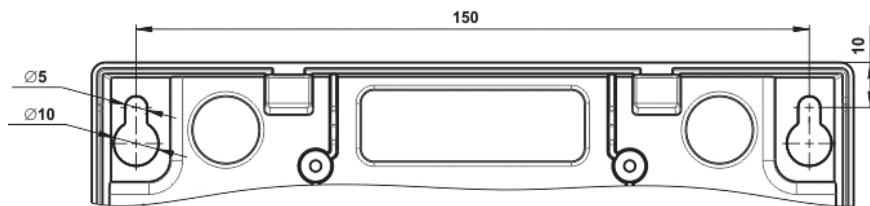

Рисунок 4 - Установочный чертёж корпуса прибора
- Просверлить в стене два отверстия (разметка отверстий – см. Рисунок 4).